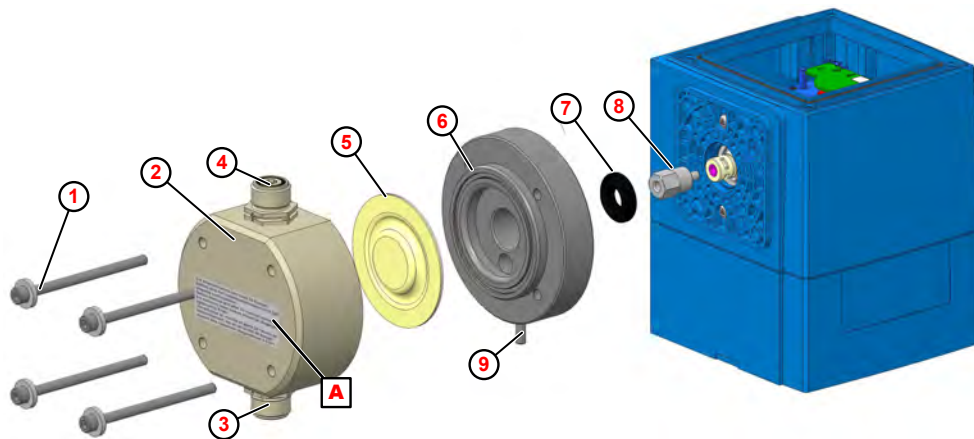

Abb. 104: Austausch von Pumpenkopf, Membrane und Schutzmembrane
1. Saug- und Druckventil (Abb. 104 , ③ und ④) abschrauben.
2. Pumpenkopfschrauben ① lösen und herausnehmen.
3. Pumpenkopf ② abnehmen.
4. Membrane ⑤ herausschrauben.
5. Zwischenplatte ⑥ abnehmen
6. Schutzmembrane ⑦ abziehen.
8. Zwischenplatte so einlegen, dass Membranbruchauslauf ⑨ nach unten zeigt.